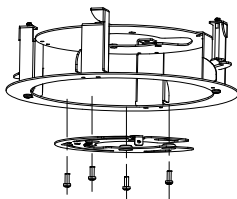

Abbildung 2-12 Sockelbefestigung in das Einbaukit
3. Legen Sie die Kabelöffnungen des Kamerasockels und des Einbaukits übereinander und befestigen Sie den Sockel mit den vier beigegefügt Schrauben auf dem Einbaukit wie in Abbildung 2-12 dargestellt.